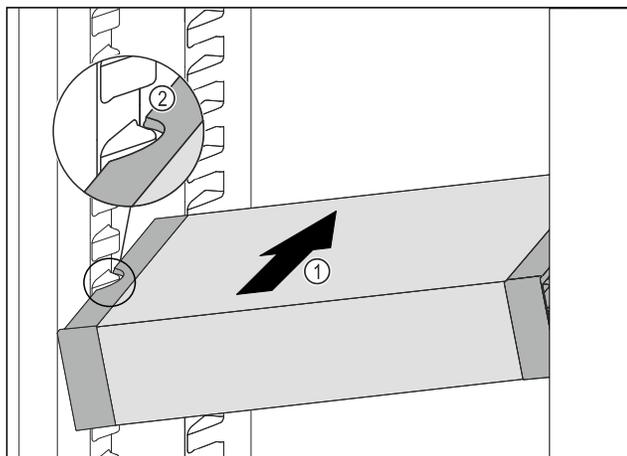

Fig. 100
- ▶ Insérer le VarioSafe en biais dans la partie réfrigérateur Fig. 100 (1) jusqu'à ce que les encoches latérales Fig. 100 (2) du VarioSafe se trouvent à la hauteur de la nervure du bac dans la partie réfrigérateur.